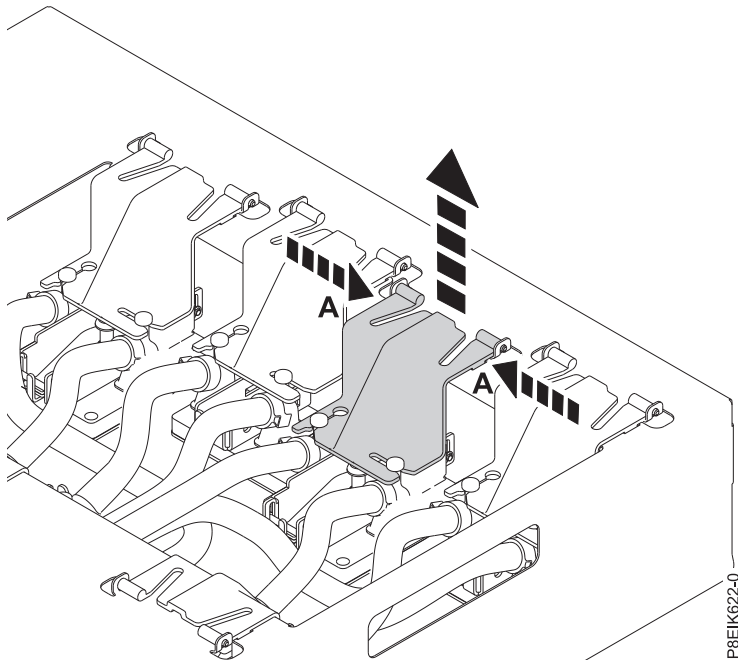

Figura 35. Extracción del soporte de la portadora
- a. Extraiga una placa refrigeradora del soporte de plástico. Levante y pellizque el soporte de plástico en los puntos (A) para extraerlo de la portadora, como se muestra en la Figura 35 en la página 30.